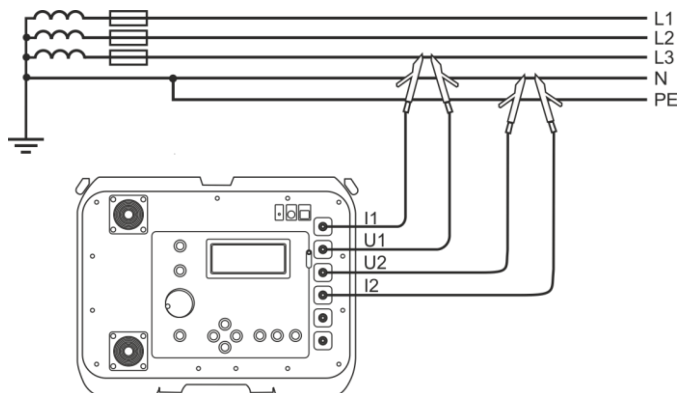
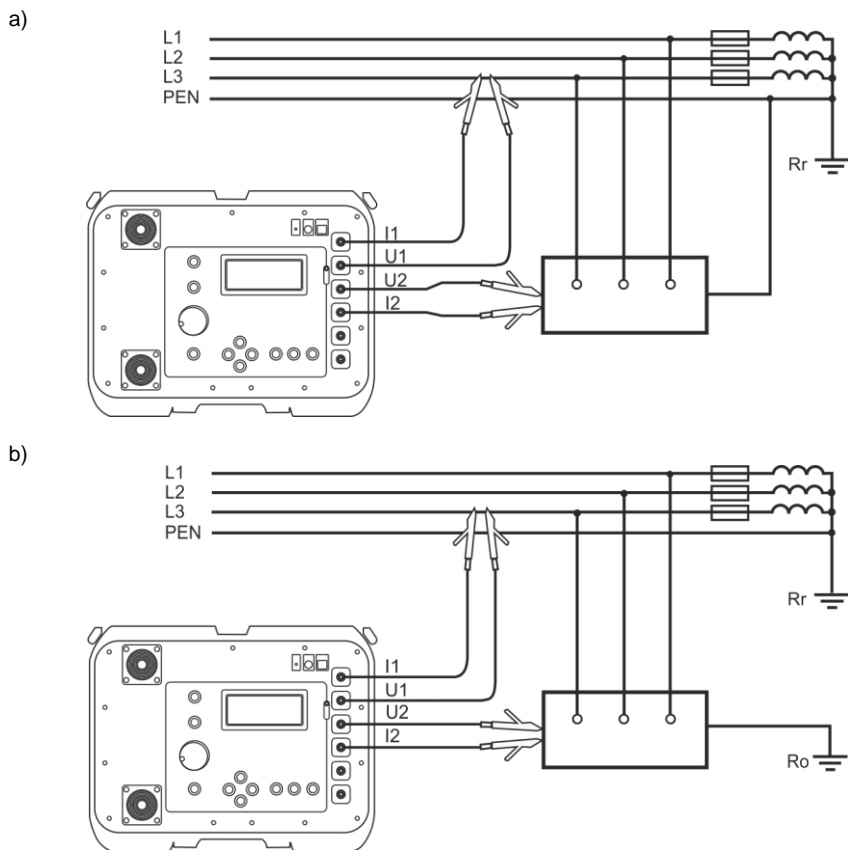

Fig. 21 Misurazione dell'impedenza nel circuito di lavoro (L-N) con metodo a 4 poli
Fig. 24 Verifica dell'efficacia della protezione anti-shock dell'involucro dell'apparecchio con metodo a 4 poli nel caso di: a) rete TN b) rete TT
- collega i cavi di misura come segue (Fig. 21-Fig. 24):